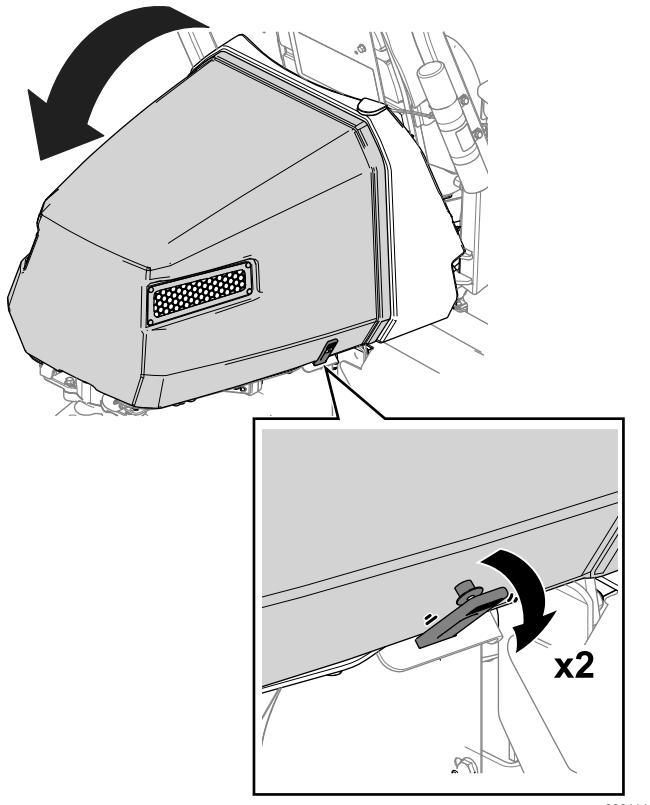

Figura 36
- Rilasciate le cinghie da ciascun lato del cofano (Figura 36).
- Sollevate il cofano (Figura 36).